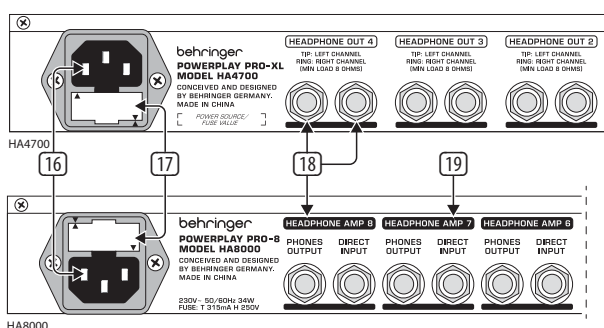

图 2.3: 电源, 保险丝座及耳机输出
- ① **DIRECT IN:** 备用立体声信号输入口。对于 HA4700 而言,通过 DIRECT IN 输入的信号与主信号的优先程度是相同的。而 HA8000 每个通道均设有独立的 DIRECT INPUT (直接输入)(见图 2.3)从 DIRECT IN 进来的信号使用时主信号会自动被切断。
- ② **MASTER LEVEL:** 控制背板上 MAIN INPUT 接口或通过 DIRECT IN 接口输入进来的信号的音量。